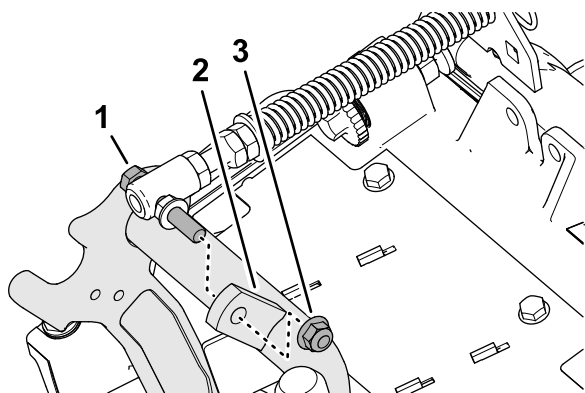

Figura 18
3. Îndepărtați contrapiulia cu guler ($\frac{3}{8}$ ") care fixează dopul filetat al arcului de compensare pentru gazon pe umărul drept al cadrului de susinere și îndepărtați arcul de compensare de pe unitatea de tăiere (Figura 18).